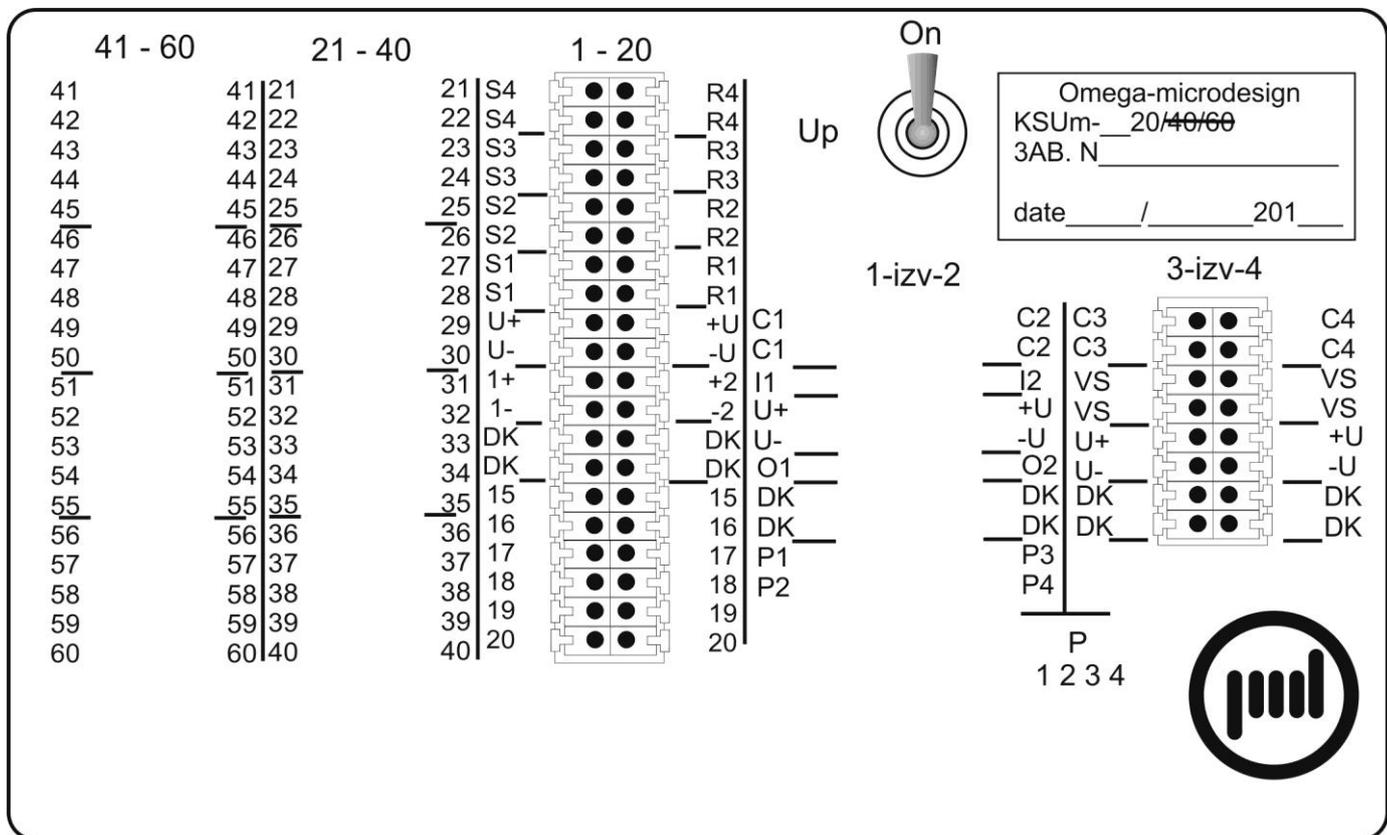

Рис.3
**Примечание.** Группы зажимов установлены выборочно для обеспечения определенного в наименовании КСУМ количества входных цепей (см. рис.3, 4, 5).
4.1. Разметка для крепления **КСУМ** на поверхностях (стены, ограждения и т. п.) приведена на рисунке 2. Расположение вводов на рис. 3.
4.4. Ввод и подключение входного линейного кроссового кабеля (кабеля со стороны прибора приемно-контрольного, в дальнейшем ППК) в **КСУМ** произвести следующим образом: выкрутить зажимную гайку соответствующего гермоввода до полного освобождения уплотнительной прокладки (когда прокладка из «сжатого положения» перейдет в «нормальное», т. е. примет «правильную» форму). Конец кабеля пропустить в отверстия гермоввода, провода кабелей освободить от оболочки на 70 мм от конца не нарушая изоляции проводящих жил, снять изоляцию с 5 мм токопроводящих жил. Зарутить зажимную гайку до обжатия прокладкой оболочки кабеля. В соответствии с кросс-схемой проекта, подключить токопроводящие жилы к зажимам на плате (см. рис.3, 4, 5 контакт раскрывается при нажатии на соответствующий рычажок). Проводник экранирующей оболочки лучше подключить к одному из свободных зажимов, обозначенным одинаковыми цифрами или буквами. К зажимам транслирующим линии питания («±U») и дистанционного контроля («DK») подключить соответствующие проводники кабелей. Два шлейфа сигнализации от ППК используемые для ответвления в данном КСУМ подключить к зажимам «S3» и «S4». Остальные шлейфы сигнализации, транслируемые на другие извещатели, подключить к зажимам обозначенным в схеме проекта или любым свободным зажимам. Установить в зажимы «R3» и «R4» необходимые для
4.5. Ввод и подключение выходного линейного кроссового кабеля (кабеля со стороны других устройств или извещателей) в КСУМ произвести следующим образом: выкрутить зажимную гайку соответствующего гермоввода до полного освобождения уплотнительной прокладки (когда прокладка из «сжатого положения» перейдет в «нормальное», т. е. примет «правильную» форму). Конец кабеля пропустить в отверстия гермоввода, провода кабелей освободить от оболочек на 70 мм не нарушая изоляции проводов, снять изоляцию на 5 мм с конца токопроводящих жил. Зарутить зажимную гайку до обжатия прокладкой оболочки кабеля. В соответствии с кросс-схемой проекта, подключить токопроводящие жилы к зажимам на плате (см. рис. 3, 4, 5 контакт раскрывается при нажатии на соответствующий рычажок). Проводник экранирующей оболочки подключить к одноименному с подключенным к экранирующей оболочке (входного кабеля, см. п. 4.4.) зажиму. К зажимам транслирующим линии питания («±U») и дистанционного контроля («DK») подключить соответствующие проводники кабелей. Шлейфы сигнализации, транслируемые на другие извещатели, подключить к одноименным зажимам (входного кабеля, см. п. 4.4.).